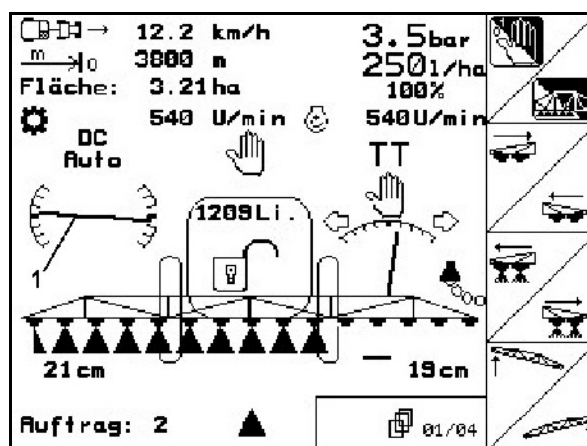

Рис. 74
- На дисплее символ регулировки наклона (Рис. 74/1) показывает наклон штанг опрыскивателя в зеркальном отображении. Теперь поднята правая сторона штанг опрыскивателя.